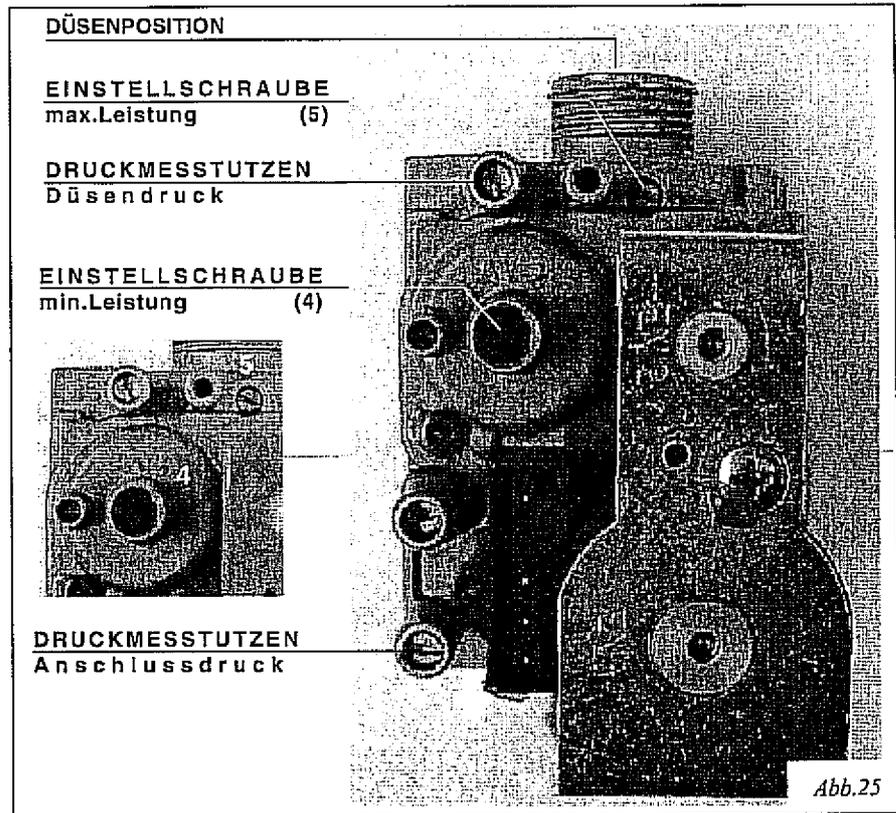

Abb.25
3. Das Anschlussrohr zwischen Gasventil und Mischkammer demontieren, - siehe hierzu Abb. 25
5. Die Einstellschraube für die max. Druck fast gänzlich lockern (5). Die Einstellschraube für den Mindestdruck (4) eine Umdrehung hineinschrauben, Abb. 25.